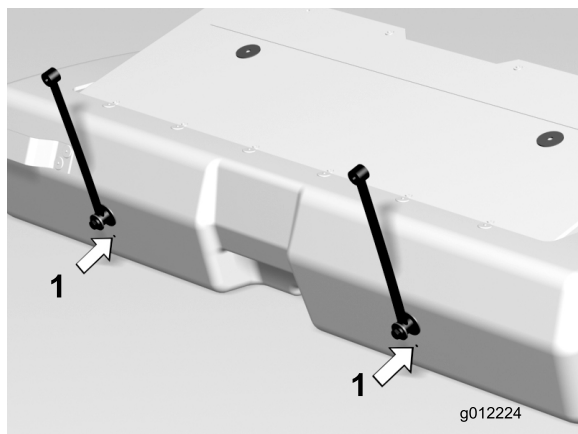

図 13
**注** ストラップが伸び過ぎてバスケット上部を開いた状態に保持できない場合には、バスケット後部についているガイドホール(図 13)を使って、ストラップボルト用の新しい穴の位置を決めてドリルで穴を開けてください。